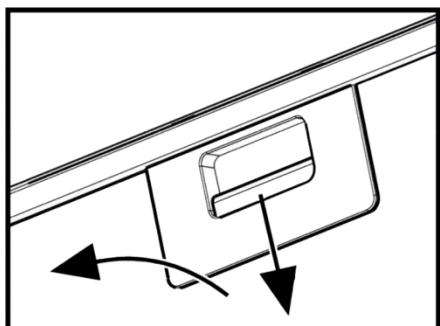

Рис.7
7.10 Для зняття алюмінієвого фільтра (**рис.7**) слід натиснути на пружинну засувку і, потягнувши на себе і вниз, зняти фільтр з панелі. Установку фільтра виконати в зворотному порядку. **Не встановлюйте фільтр після миття до його повного висихання.**